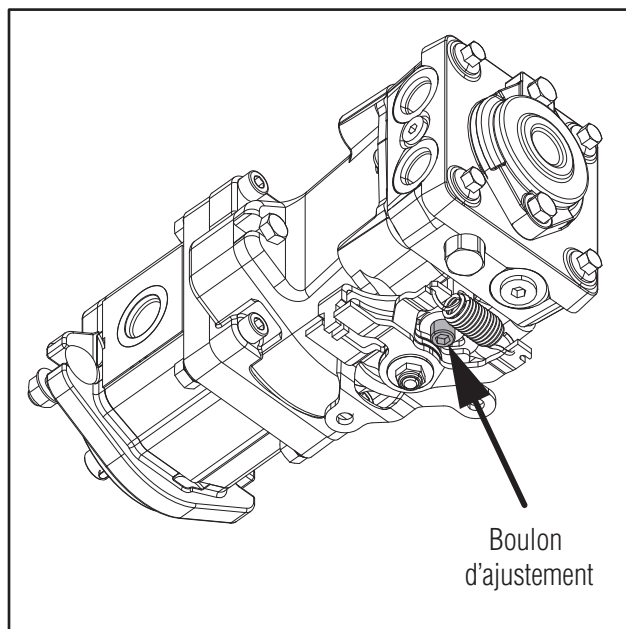

fig. 25 - Ajustement du neutre
- C. Desserrez à l'aide d'une clé Allen le boulon d'ajustement du neutre illustré à la figure 25 jusqu'à le mécanisme de retour au neutre puisse tourner.